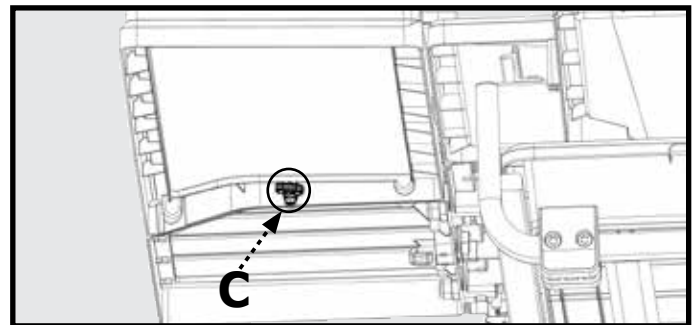

Figura 14
1. Coloque la bandeja de bienvenida lateral (17) para alinearla con la extensión de la mesa.
2. Asegure la bandeja de salpicaduras lateral a la extensión de la mesa apretando el tornillo de mariposa (C) debajo de la bandeja de salpicaduras lateral como se muestra en la Figura 14.